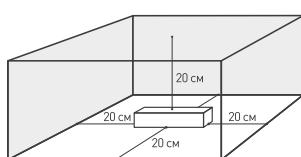
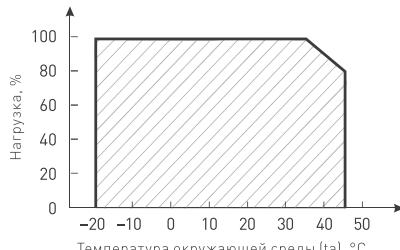

Рис. 1. Свободное пространство вокруг источника
Рис. 2. Максимальная допустимая нагрузка, % от мощности источника
- 4.3. Для естественной вентиляции обеспечьте не менее 20 см свободного пространства вокруг источника питания, как изображено на рис. 1. При невозможности обеспечить свободное пространство используйте принудительную вентиляцию. В случае установки в ограниченном пространстве (например, лайтбокс или профиль) предусмотрите обеспечение требуемого температурного режима источника питания согласно рис. 2.
Учитывайте, что с повышением температуры окружающей среды максимальная мощность источника питания снижается, см. график зависимости на рис. 2.